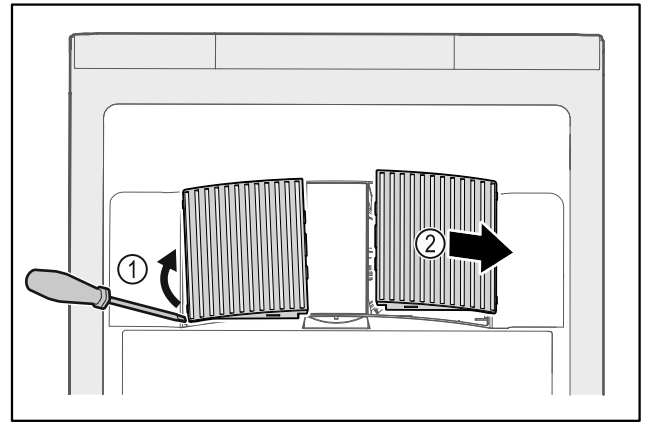

Fig. 34
- ▶ Väännä tuulettimen suojuksen varovasti sivulta pois paikaltaan Fig. 34 (1) ja poista suojuksen etukautta Fig. 34 (2).